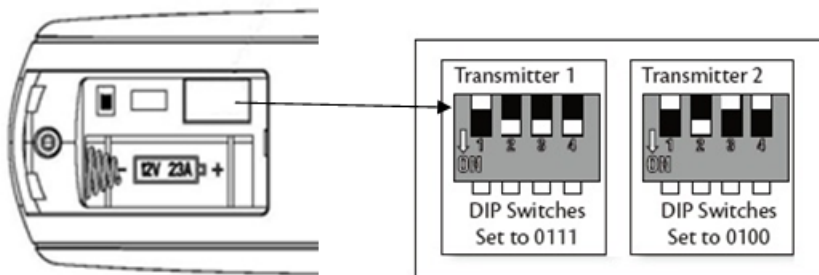

Fig. 11
- Changer la position des commutateurs DIP dans l'émetteur à distance 1, de sorte qu'il soit différent de l'émetteur 2 Fig. 11
- Changez la position des commutateurs DIP dans l'émetteur à distance 2, de sorte qu'il soit différent de l'émetteur 1 Fig. 11